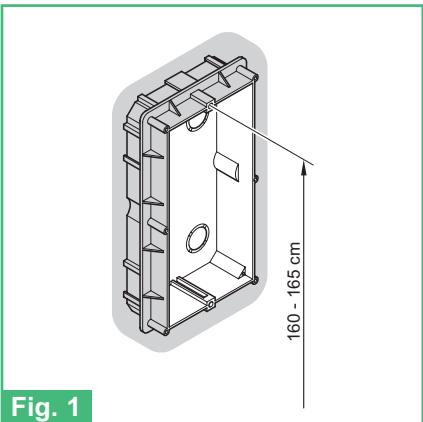

Fig. 1
- Fig. 1** Altezza scatola incasso
- Fig. 1** Height of flush-mounted box
- Fig. 1** Hauteur boîtier à encastrer
- Fig. 1** Hoogte inbouwdoos